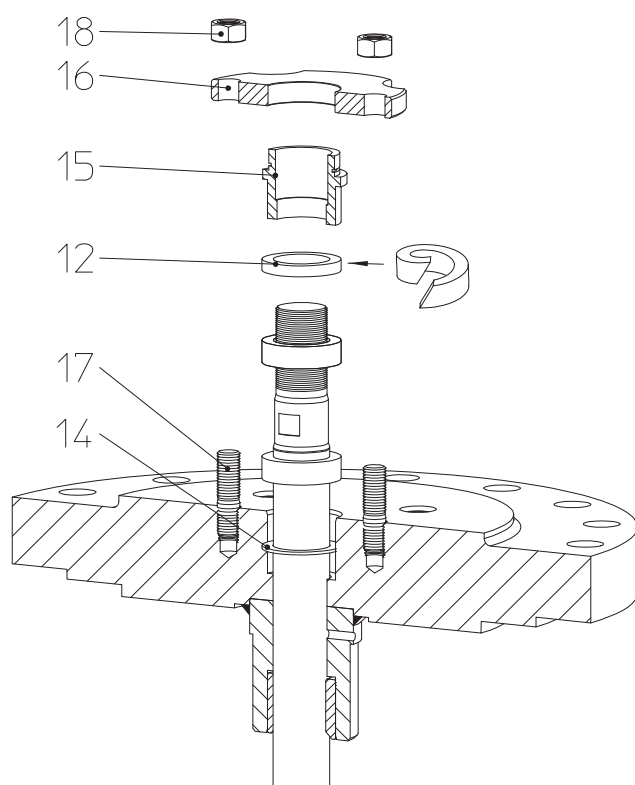
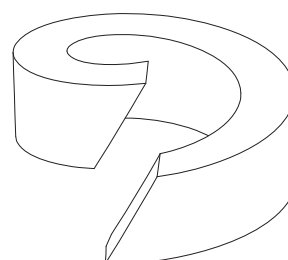

Fig. 8
Fig. 9: Delt pakring
- Indsæt en ny pakring (pos. 12) indbygningen foretages som vist på Fig. 8 - Fig. 9.
Der benyttes en delt pakring, ved tilskæringen skal man sørge for et skråt skæreforløb som vist på Fig. 9.